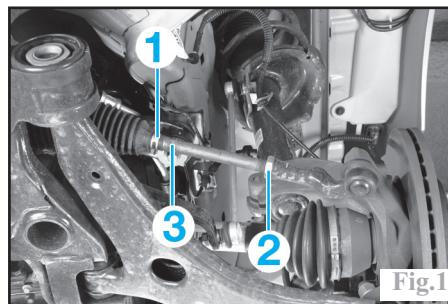

Fig.1
Desserrer les écrous d'embout de biellette de direction (2) (Fig.1).